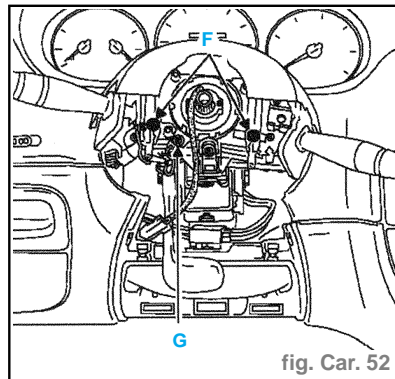
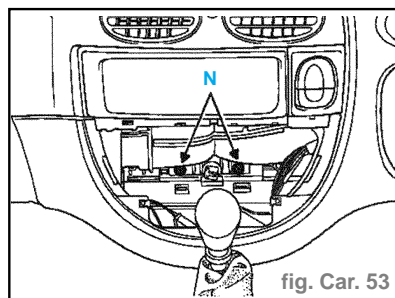

fig. Car. 52
fig. Car. 53
- la colonne de direction, (fig. Car. 52).
- les deux vis (F) de la demi-coquille supérieure
- Desserrer la vis (G) de manière à déposer l'ensemble manette de commande.
- les deux vis (N) de fixation de la planche de bord sur le boîtier de chauffage (fig. Car. 53),